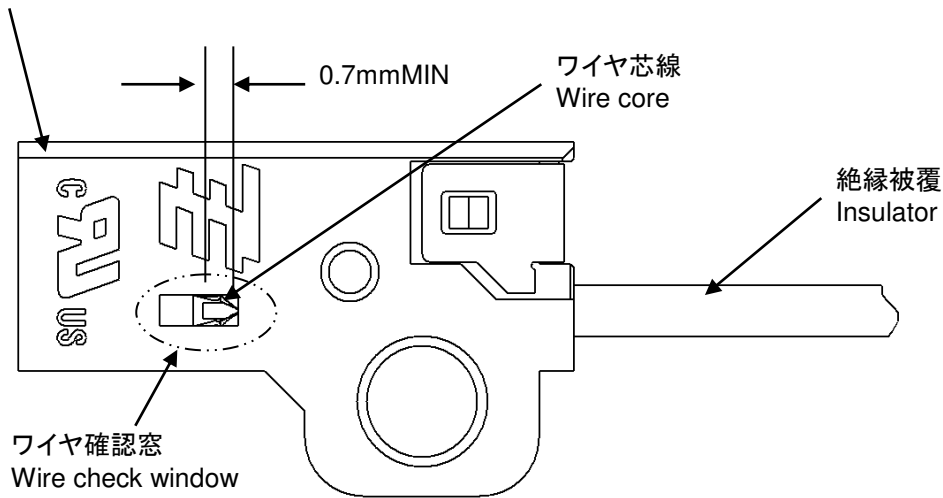

Fig.3
4.2.4 ワイヤの挿入状態はワイヤ確認窓を見て判断すること。(Fig.3参照)
4.2.4 Judge the wire's insertion condition by the check window.(ref Fig.3)